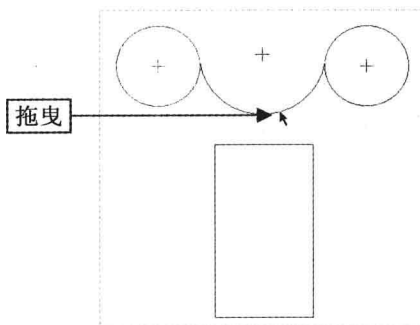

图 2-72 拖曳鼠标
Step 03 在绘图区两圆的合适位置单击鼠标左键，拖曳鼠标，如图 2-72 所示，此时系统产生一个以动态显示的圆弧。